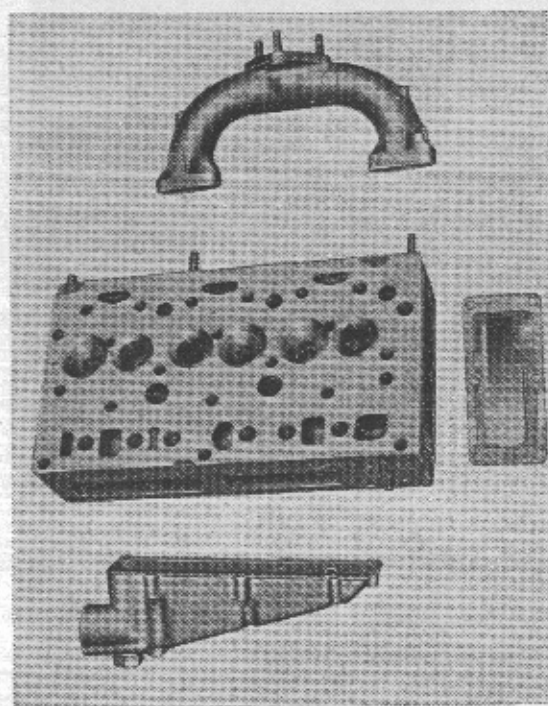

Fig. 62
- 1) **Testa cilindri** (fig. 62) - Far smontare da personale specializzato la testa cilindri per eseguire la disincrostazione dei condotti e delle camere di combustione e la smerigliatura delle sedi valvole e valvole, nel modo descritto nella voce « MESSE A PUNTO E REGOLAZIONI ».